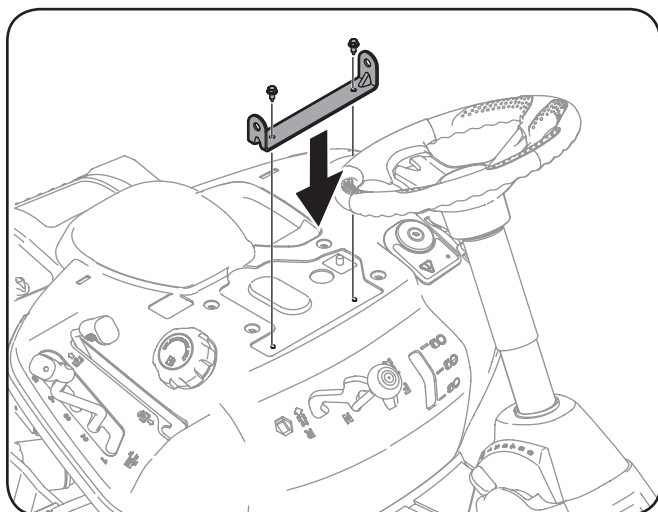

Figura 3-4
1. Extraiga los dos pernos autorroscantes que se instalan en el tractor en la fábrica y coloque el soporte del asiento en su lugar sobre los orificios. Vea la Figura 3-4.